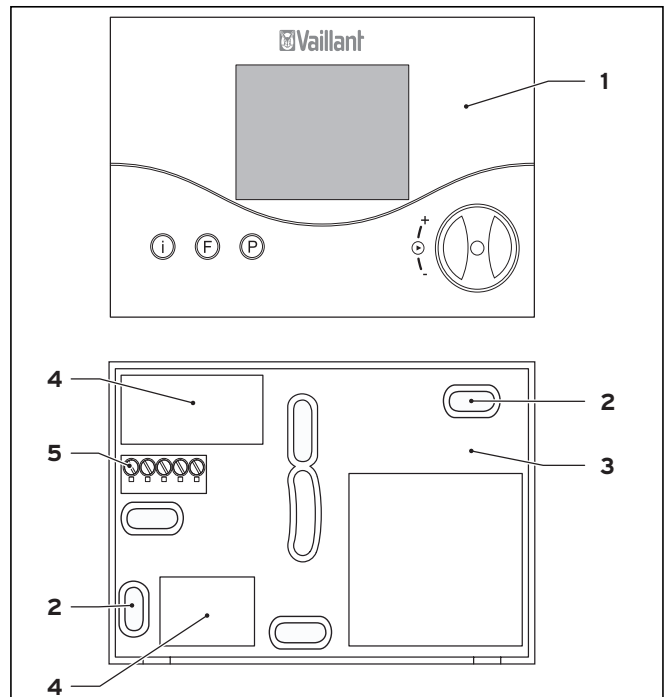

Abb. 4.12 Fernbedienung montieren
- Ziehen Sie das Gehäuse (1) der Fernbedienung vom Wandschalter (3) ab.
- Bringen Sie zwei Befestigungsbohrungen (2) mit Durchmesser 6 mm (entsprechend Abb. 4.12) an und setzen Sie die mitgelieferten Dübel ein.
- Ziehen Sie das Anschlusskabel durch eine Kabeldurchführung (4).
- Schließen Sie das Anschlusskabel an die entsprechenden Klemmen (eBUS „+“ und „-“) der Klemmleiste (5) an.
- Setzen Sie das Gehäuse (1) so auf den Wandschalter (2), dass die Stifte an der Rückseite des Oberteils in die Aufnahmen passen.